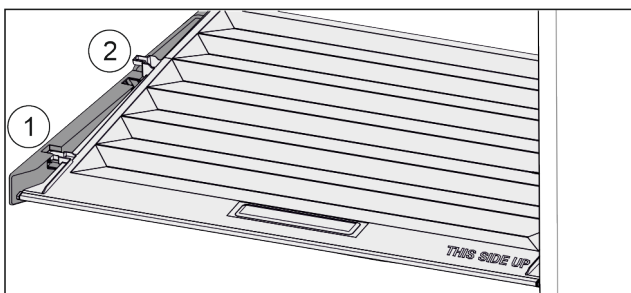

Fig. 43
- ▶ Tirer le couvercle vers l'avant jusqu'à dans l'orifice des pièces de retenue Fig. 43 (1).
- ▶ Le soulever par le bas à l'arrière et le sortir par le haut Fig. 43 (2).